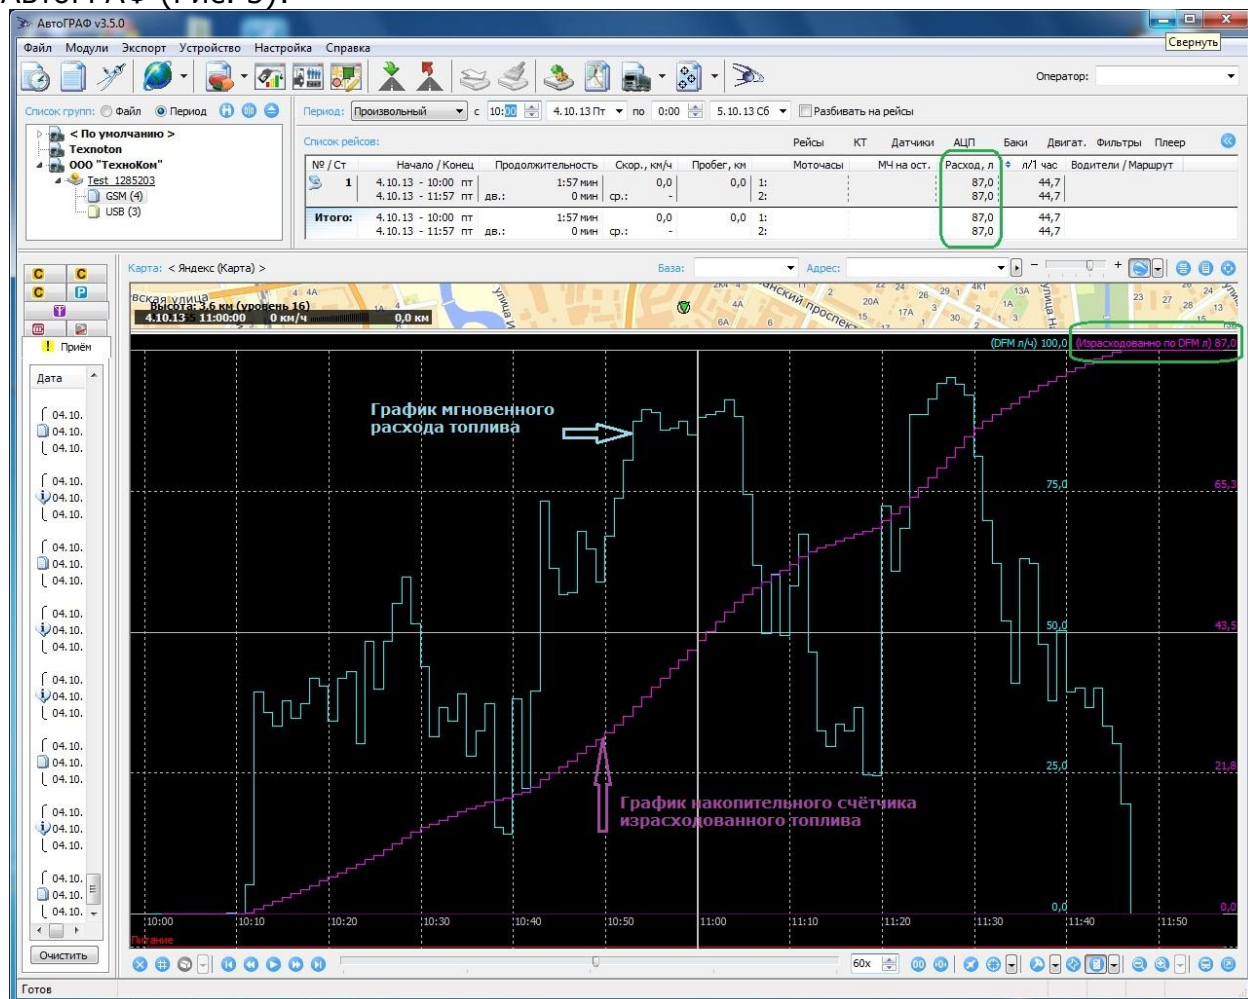

Рисунок 5
4.1.1. Отображение графика мгновенного расхода топлива и графика накопительного счётчика израсходованного топлива в аналитическом ПО АвтоГРАФ (Рис. 5):